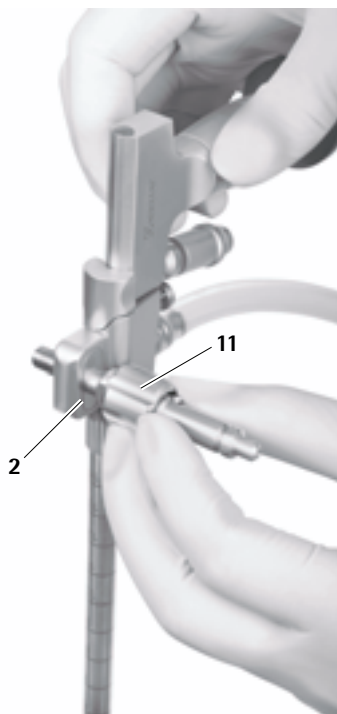

Рис. 18
- Вставить адаптер держателя 11 на выбор сбоку (справа/слева) в отверстие так, чтобы фланец вошел в предусмотренный паз 2, который служит для крепления держателя, см. Рис. 18.